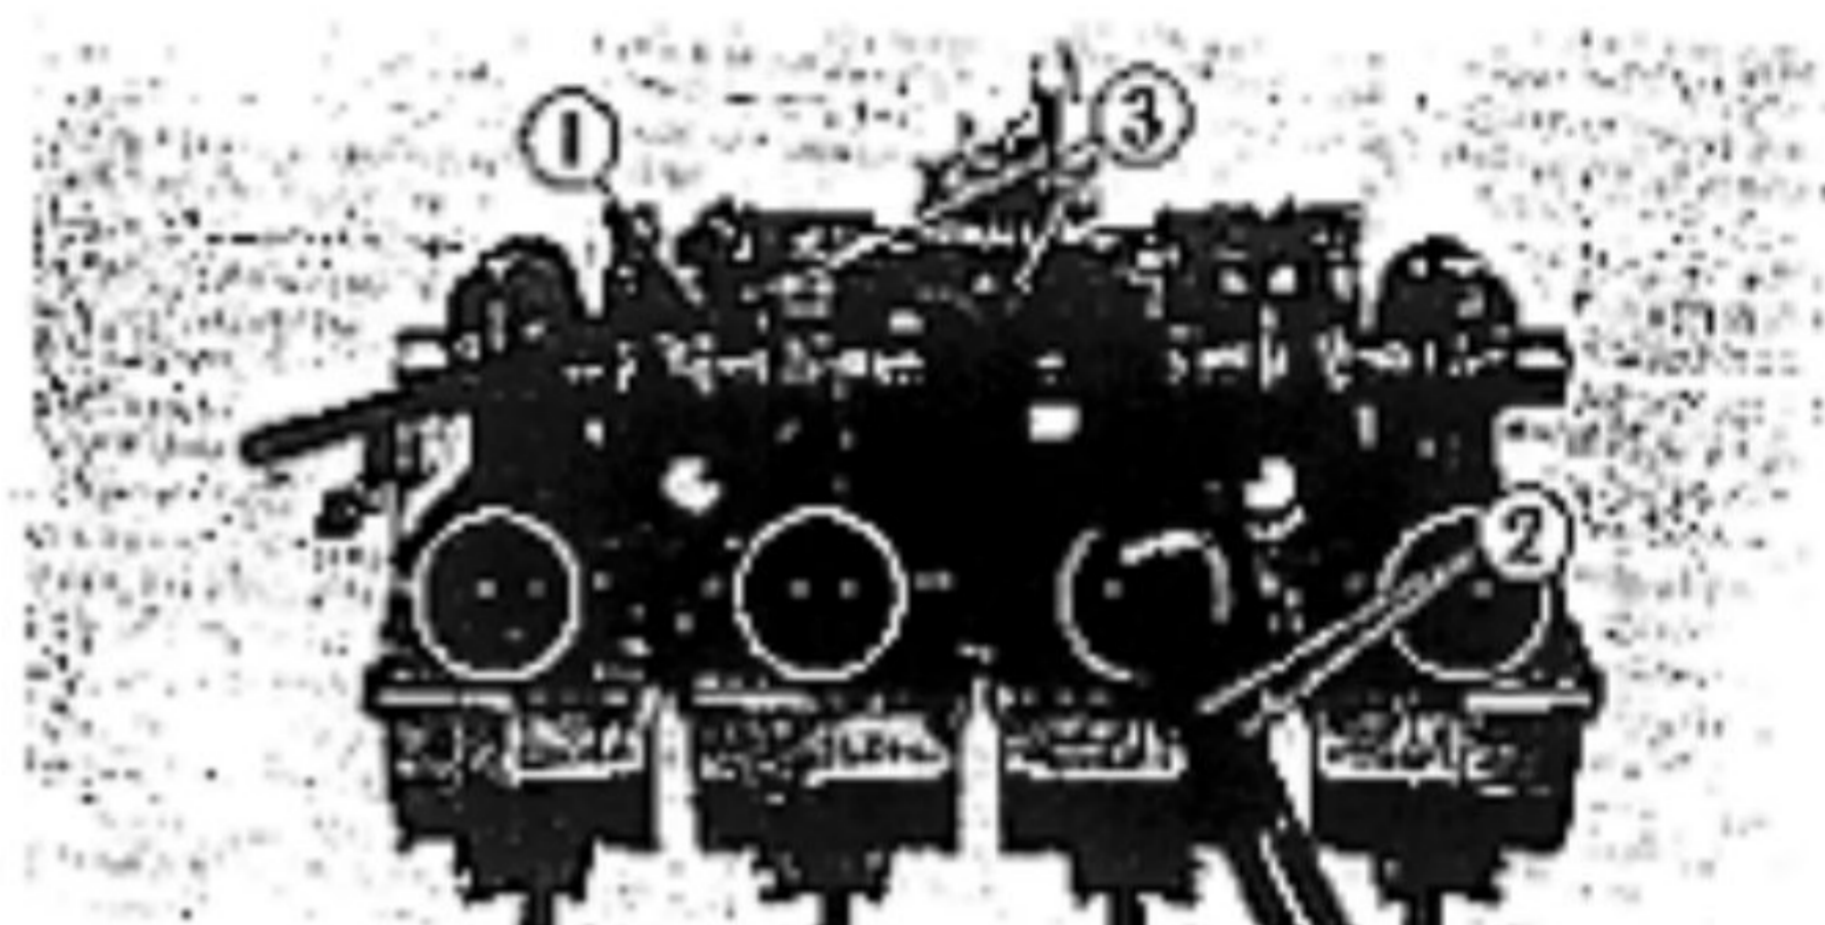

Fig. 3-58 ① Cavo benzina.
② Attacco.
③ Cavo benzina.
④ Cavo benzina (3,5x600.)
4. Installare e far passare ogni cavo benzina nel modo indicato in fig. 3-58.